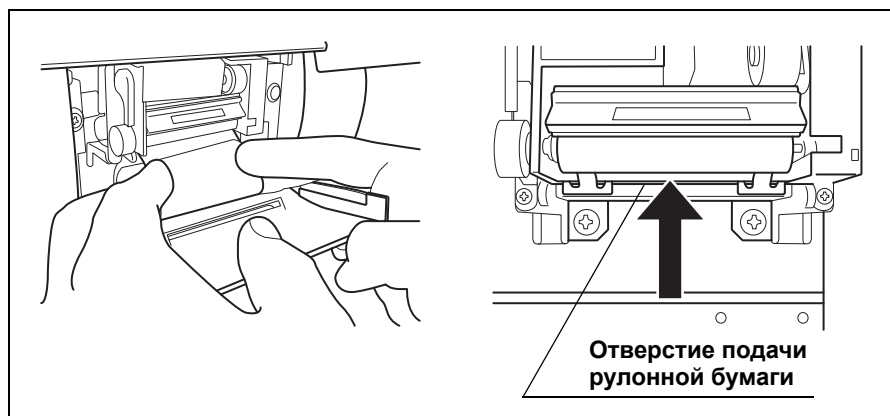
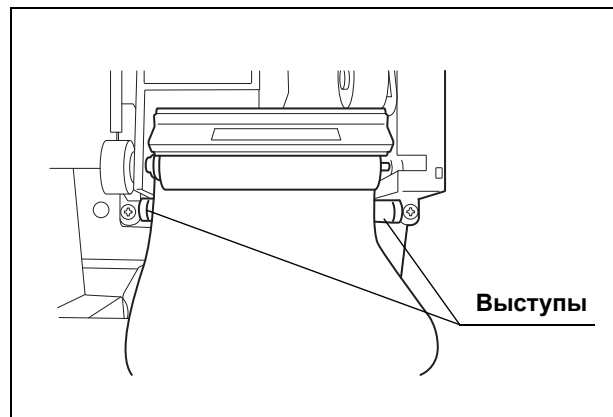

Рис. 7.116
Рис. 7.117
8. Держите оба края рулона бумаги, как показано в Рис. 7.116 ниже и вставьте бумагу в отверстие подачи бумаги печатающего устройства. Вставить надо так, чтобы рулон бумаги располагался между выступами, как показано в Рис. 7.117.